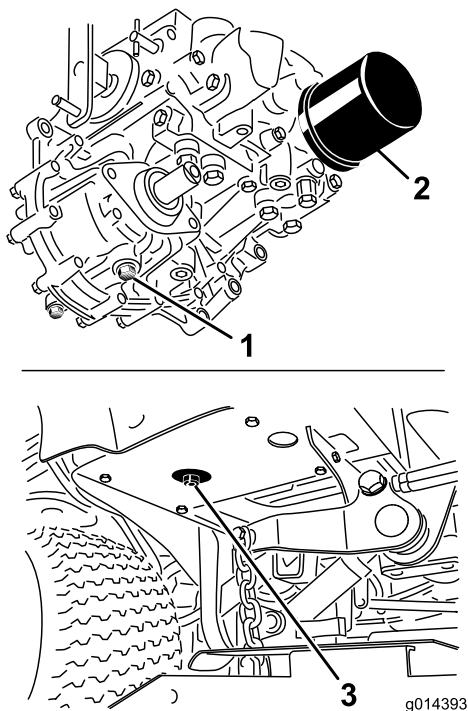

Figure 69
3. Placez un grand bac de vidange sous le réservoir hydraulique et le carter de transmission, et enlevez les bouchons pour vidanger tout le liquide hydraulique (Figure 69).
4. Nettoyez la surface autour du filtre à huile hydraulique et retirez le filtre (Figure 69).